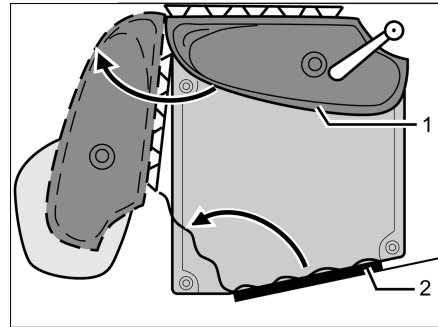

Fig. 365 Toilettes Vario
- Tourner le lavabo avec la paroi arrière (Fig. 365,1) dans le sens de la flèche.
- Pénétrer le cabinet de toilette et fermer et verrouiller la porte des toilettes (Fig. 365,2) de l'intérieur.